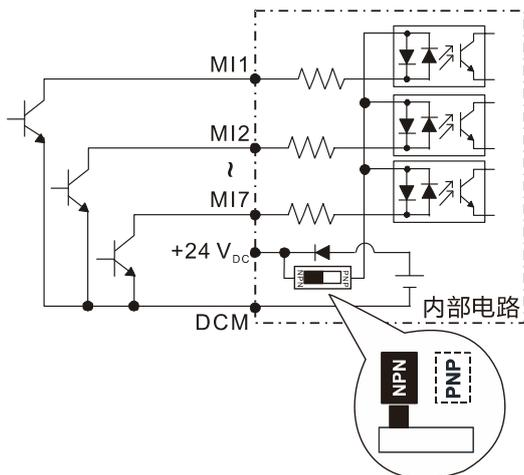
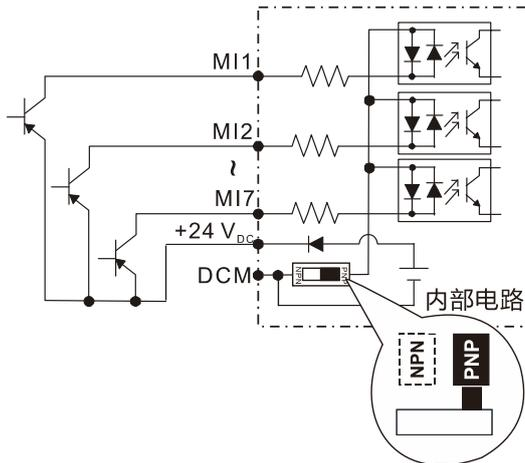

图 6-2
图 6-3
- ☑ 光耦合器使用内部电源。外部接线方式,开关一端接 MI 端子,一端若接 DCM 则为 Sink 模式,如上图 6-2 所示;若接+24V 则为 Source 模式,如上图 6-3 所示。